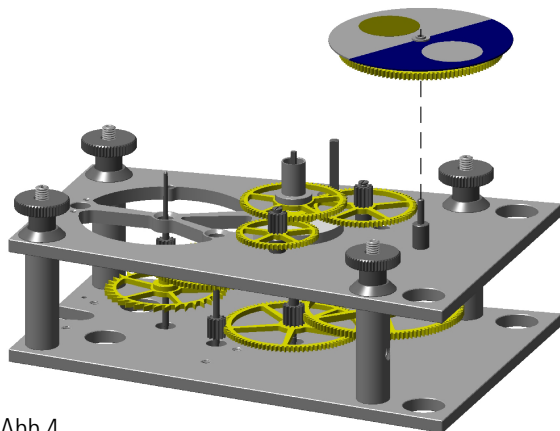

Abb.4
2. Aufsetzen des Day & Night Rad/Scheibe (Abbildung 4)